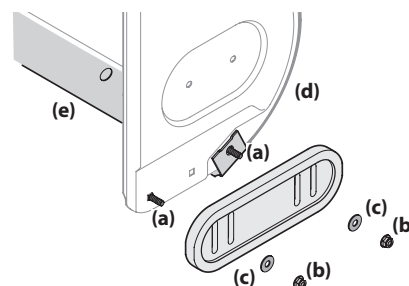

Figure 2-45
- Utilisez les deux boulons de carrosserie (a), les écrous à bride (b) et les rondelles plates (c) (le cas échéant) pour fixer un patin au boîtier des tarières (d). Serrez les écrous à bride à la main. Voir Figure 2-45.